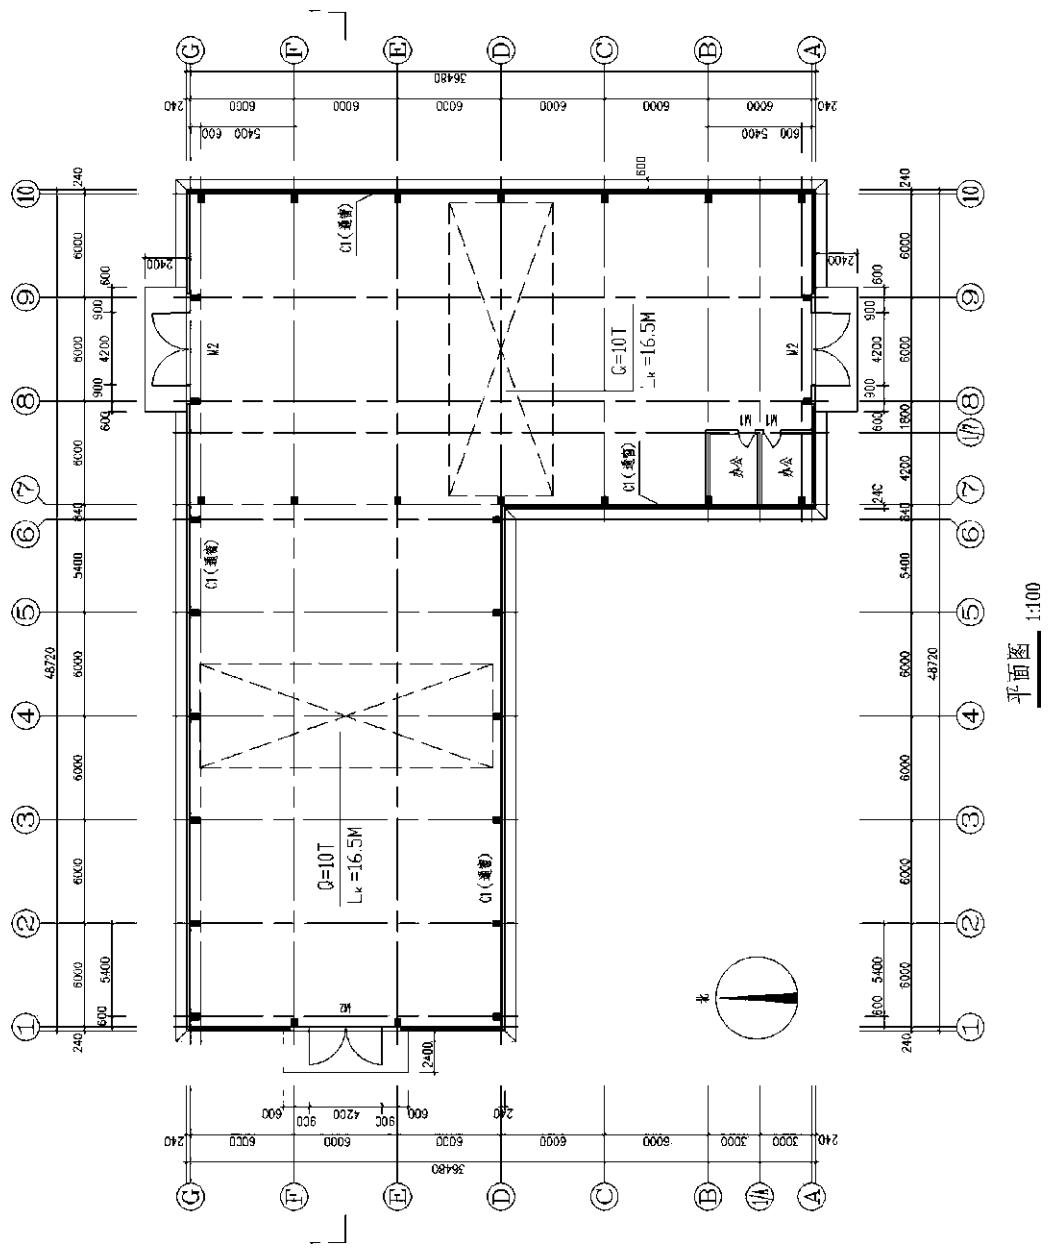

图 3-65 单层厂房平面图
1. 绘制如图 3-65 所示的单层厂房平面图(参考数据：设定柱子 400 mm×500 mm，散水宽度 600 mm，C1 通窗，M1 门宽 1000 mm、门垛 120 mm)。